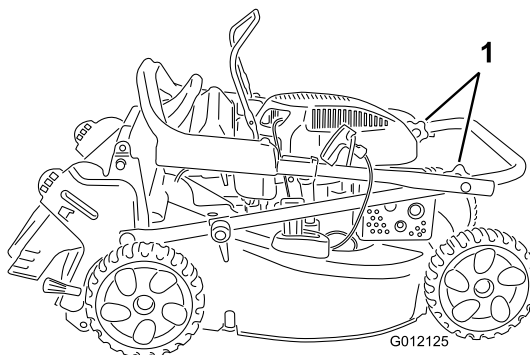

Figure 3
1. Desserrez les boutons de la partie supérieure du guidon (Figure 3).
3. Serrez solidement les boutons du guidon (Figure 3) à la main.